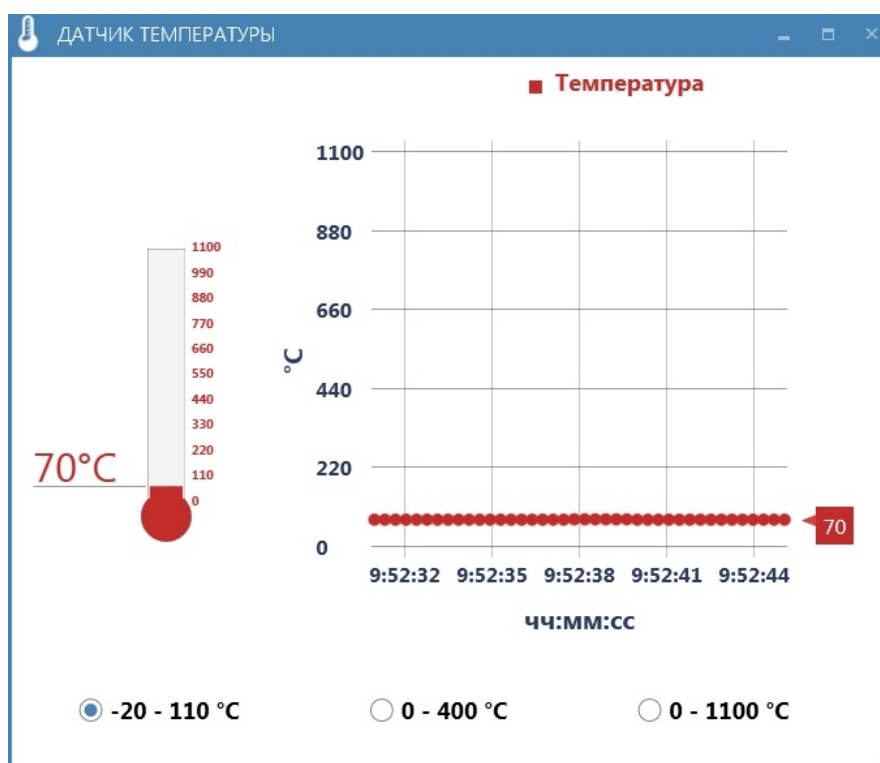

Рисунок 3.2 - Окно "Датчик температуры"
3.2.3 В главном окне, при успешном подключении датчика, кнопка "Датчик температуры" становится активной, нажмите ее. После чего появится окно (рисунок 3.2) с текущими измерениями.